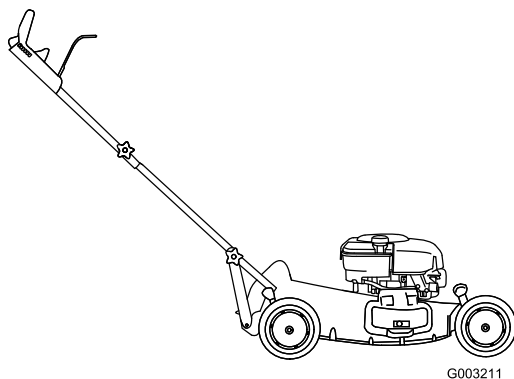

Figure 5
- Rabattez le guidon en arrière (Figure 5).